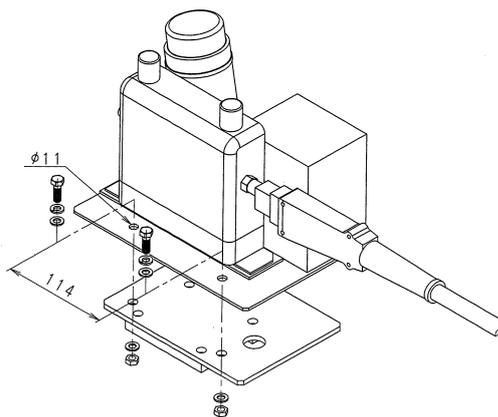

图 1.2 送丝机的安装(步骤 2)
2. 请参阅图 1.2 将送丝机安装在固定支架上。安装时，使用送丝机附属的内六角螺栓·垫圈·螺母。
RA05L 中，送丝机为另置式。要考虑工件和其他障碍物，由客户负责安装。(当安装时，参阅图 1.2。)